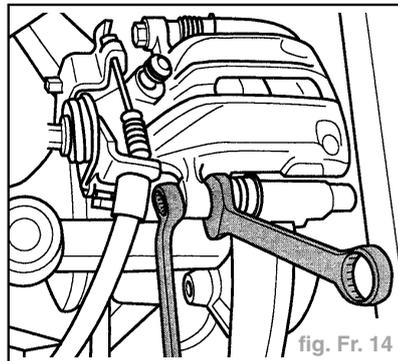

fig. Fr. 14
- Déposer les vis de fixation du carter d'étrier de frein et le soutenir simultanément au niveau de l'axe de guidage (fig. Fr. 14).